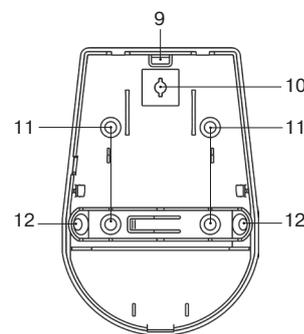

Рисунок 2 – Конструкция «Пирон-4 BLACK»
Основание корпуса с печатной платой представлены на рис. 2б).
В основании корпуса имеются выламываемое отверстие (9) для ввода проводов, а также крепежные отверстия (рис. 2в):
- (10) для крепления основания к кронштейну;
- (11) для монтажа на стене;
- (12) для монтажа в углу.
- Снимите крышку извещателя, отжав отверткой фиксатор крышки через отверстие, расположенное в нижней части основания извещателя (рис. 2а).
- Просверлите в основании извещателя отверстия, которые будут использоваться для прокладки проводов и крепления извещателя (рис. 2в).
В извещателе предусмотрена перемычка SENS HIGH (4) (рис. 2б). При снятой перемычке извещатель работает в режиме нормальной чувствительности (устойчив к перемещению домашних животных массой до 20 кг). При установленной перемычке извещатель работает в режиме высокой чувствительности (устойчив к перемещению домашних животных массой до 10 кг).